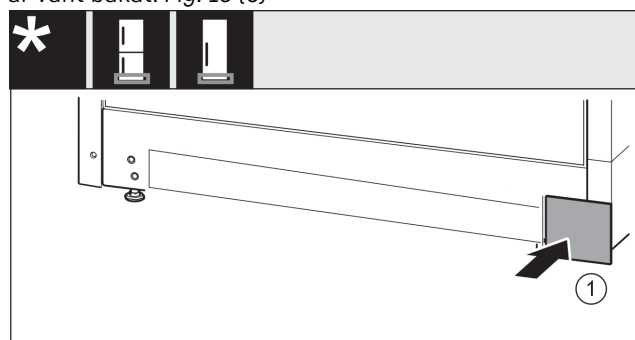

Fig. 17
- ▶ Sätt på täckplattan på den andra sidan igen. Fig. 17 (1)